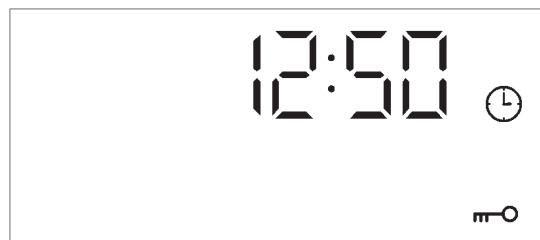
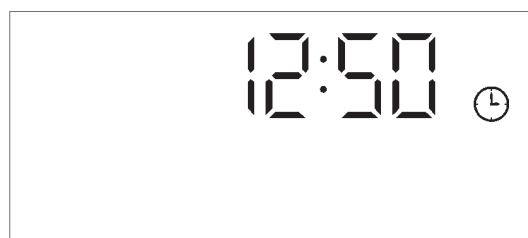

Imagen 8: Aspecto de la pantalla del bloqueo de la puerta activado en el modo de espera
Imagen 9: Aspecto de la pantalla del bloqueo de la puerta desactivado en el modo de espera
Visualización de bloqueo de puerta Cuando finalice el proceso de autolimpieza, el horno entrará en el modo de espera. Cuando la temperatura de la cavidad del horno sea superior a 300 °C, la pantalla mostrará el ícono de bloqueo de la puerta "█" (el aspecto de la pantalla se muestra en la imagen 8.) El bloqueo de la puerta se desactivará automáticamente cuando la temperatura de la cavidad sea inferior a 280 °C, el ícono de bloqueo de la puerta "█" mostrado en la pantalla se apagará en ese momento. (Consulte la imagen 9 para ver el aspecto de la pantalla).
- Cuando el horno esté en el modo de espera, y el sensor de temperatura esté en circuito abierto o cortocircuito, el bloqueo de la puerta se activará y el ventilador de enfriamiento seguirá funcionando, el aspecto de la pantalla será el que se muestra en la imagen 8.